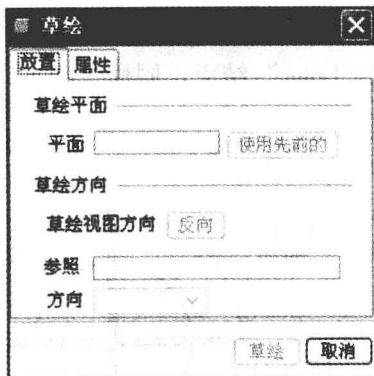
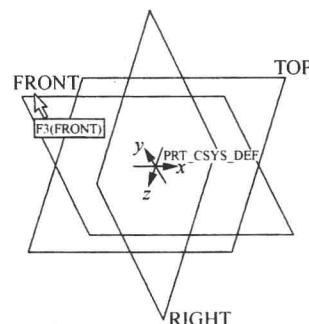
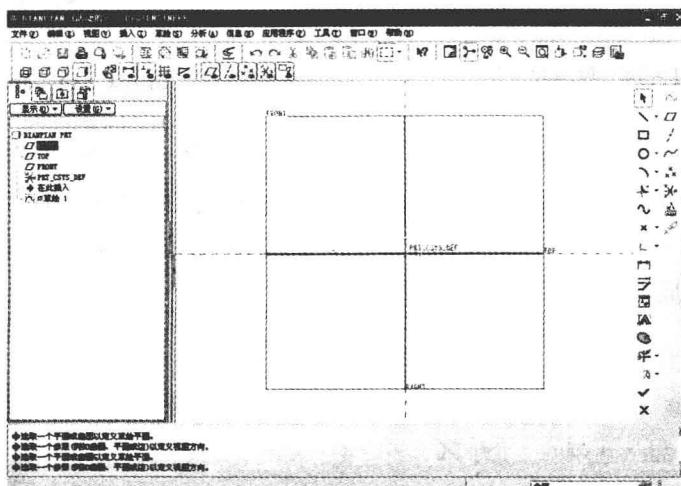

图1.1-9 【草绘】对话框
图1.1-10 基准面
图1.1-11 草绘界面
- (1) 进入草绘模式：单击工具栏中的 草绘 （草绘工具）按钮或单击主菜单中【插入】→【模型基准】→【草绘】，系统弹出如图1.1-9所示【草绘】对话框，在绘图区中选择如图1.1-10所示的“FRONT”基准面，此时【草绘】对话框中的 草绘 按钮被激活，单击 草绘 按钮，系统进入如图1.1-11所示的草绘界面。